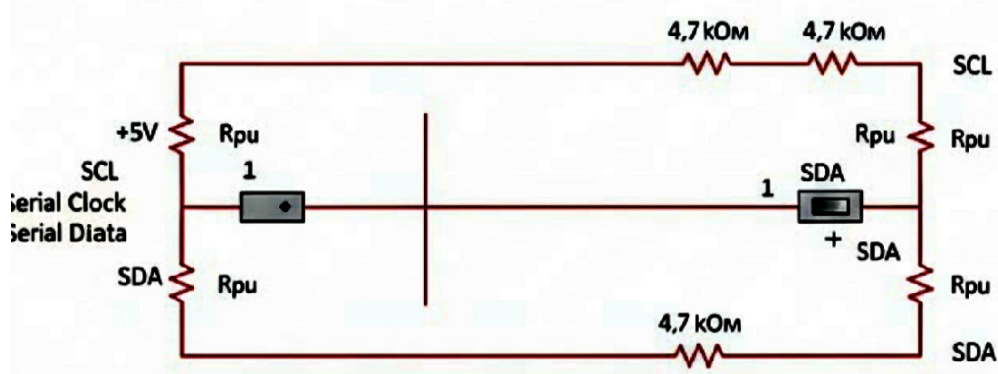

Рисунок 2 Схема імітації обміну даними по шині I²C (Стартова послідовність)
- Зберіть схему, яка включає джерело живлення (імітація сенсора), неінвертуючий підсилювач та АЦП (або вольтметр для контролю вхідної напруги АЦП). (рис.2)